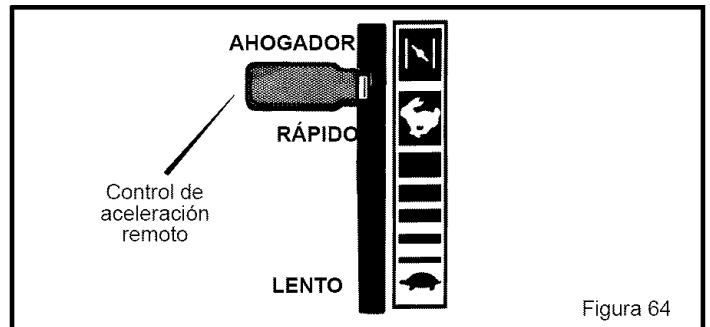

Figura 64
1. Mueva la palanca del **control de aceleración remoto** a la posición **RÁPIDO** (Figura 64).
2. Con el motor en marcha, coloque la palanca de **control de aceleración remota** en la posición **LENTO** (Figura 64).